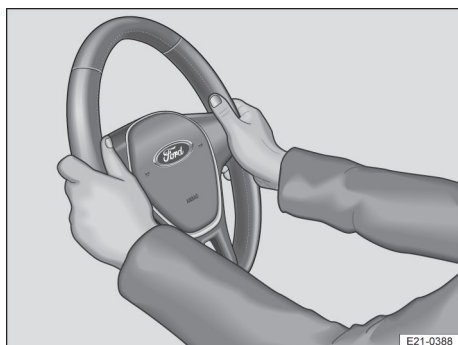

Fig. 59 Pe volan: pozițiile orei 9 și orei 3.
2. Reglați volanul astfel încât să poată fi ținut din lateral și cu ambele mâini și brațele ușor flexate pe circumferință (poziția orei nouă și a orei trei) → fig. 59.